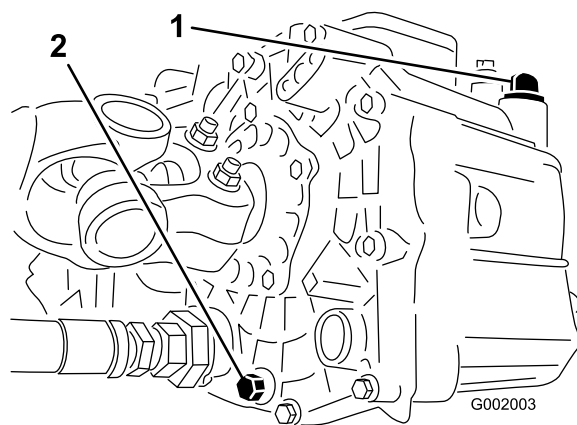

Figura 52
3. Retire el tapón de vaciado del lado del depósito y deje que se drene el fluido hidráulico al recipiente (Figura 52).